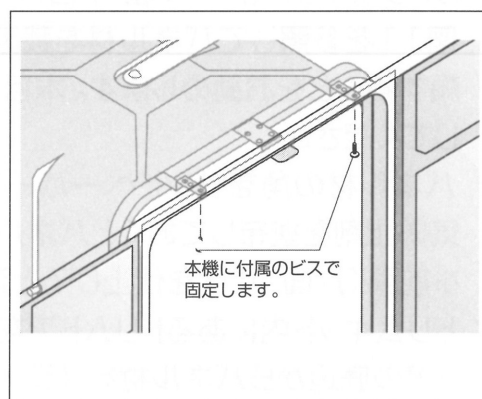

図 9
本機がカウンタートップに吊り下がる状態ではなく、アジャスターが床に接地するように固定ブラケットとキャビネット開口部のクリアランスは5mm位にしてください。（P6図9参照）
1. 本機に付属のビスで固定ブラケットをカウンタートップにしっかりと固定します。(図9参照)